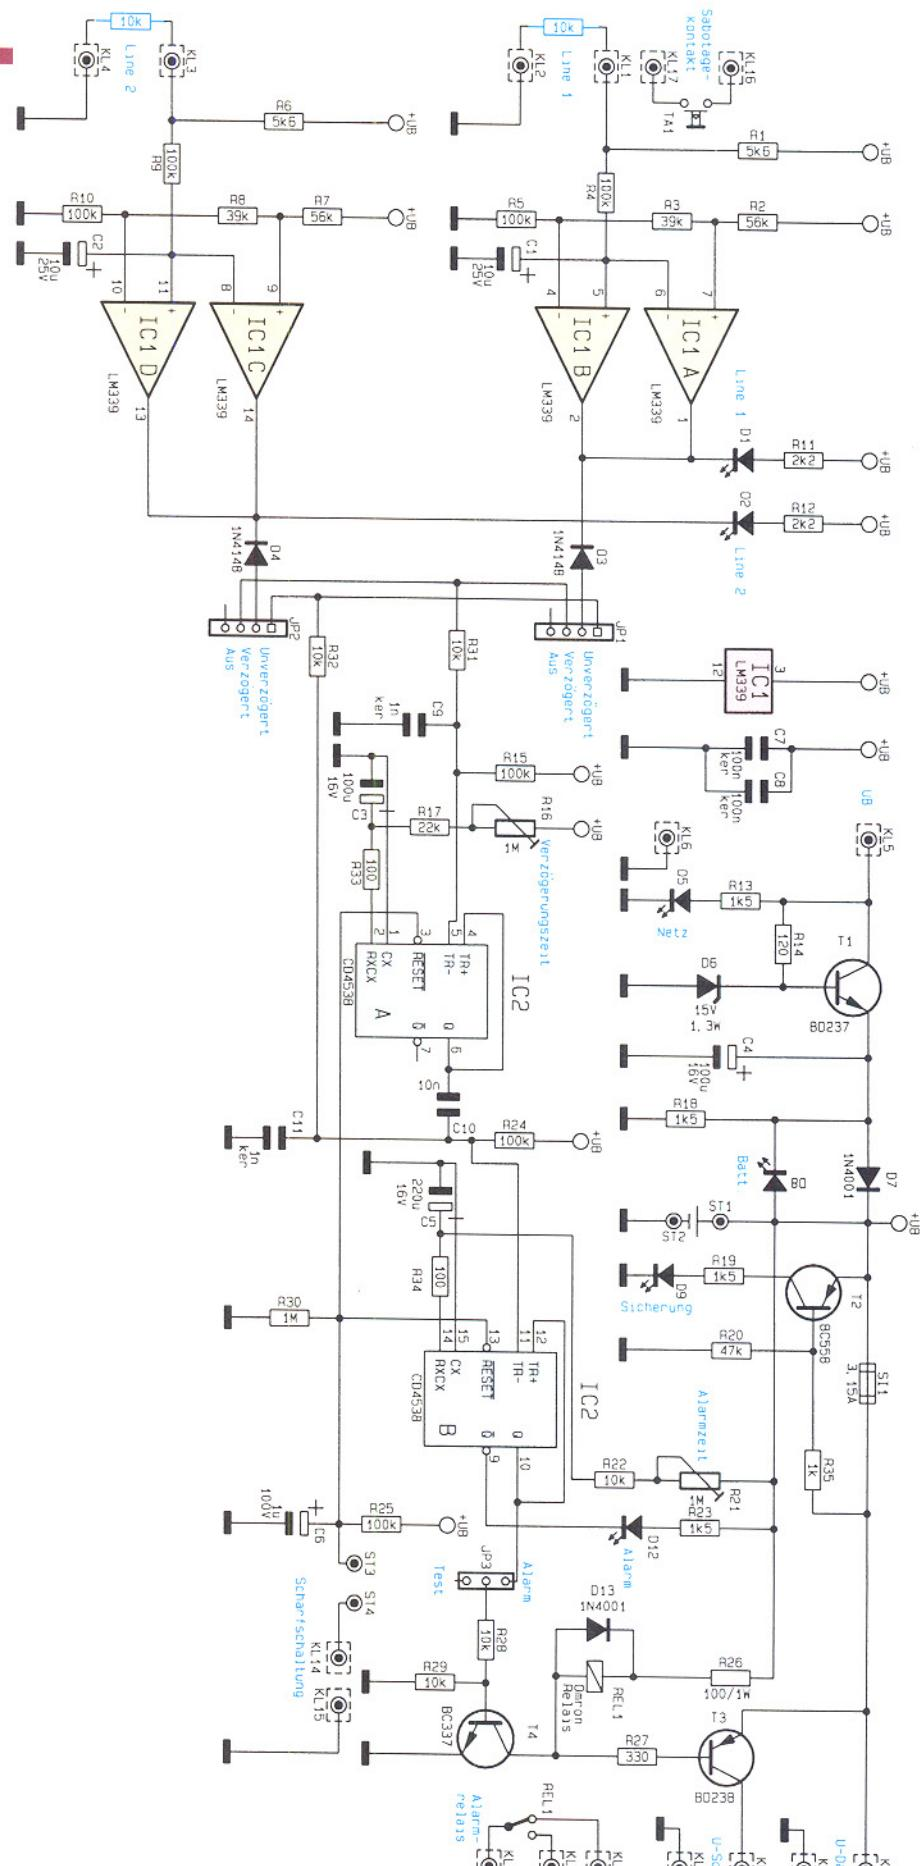

Bild 2: Gesamtschaltbild der Mini-Alarmzentrale
An den Alarmschleifen können entsprechend Abbildung 2 nahezu beliebig viele Alarmsensoren angeschlossen werden, die wahlweise mit einem Öffner (NC) oder einem Schließer (NO) als Alarmkontakt ausgestattet sind.
Der als Öffner arbeitende Gehäuse-Sabotagekontakt (KL16, KL17) ist entsprechend Abbildung 2 in eine der beiden Alarmschleifen zu legen. Sobald das Gehäuse der Alarmzentrale geöffnet wird, erfolgt dann die Alarmauslösung.
Wie Abbildung 2 zeigt, konnte unsere